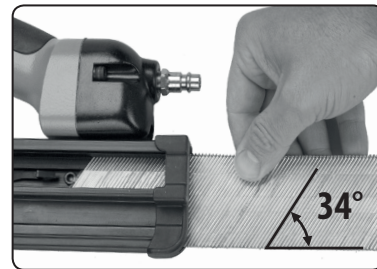

Abb. 10, Einschleiben der Nägel in das Magazin
1. Führen Sie einen Nagelstreifen von der zur Neigung des Magazins geneigten Seite gemäß Abb. 10 in die Nut des Magazins ein